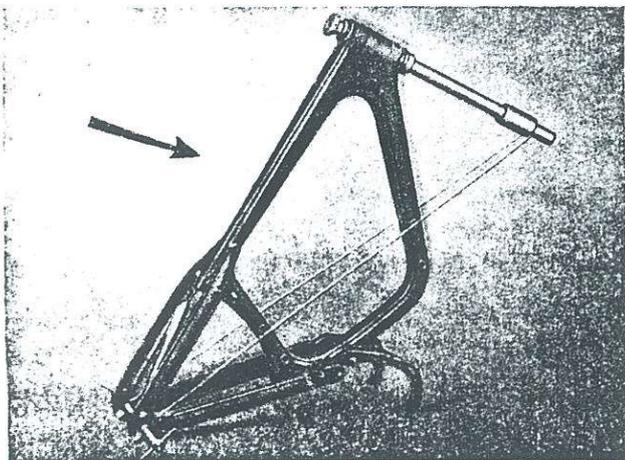

Bild 201. Prüfen des Rahmens mittels Prüfdorn Nr. 01841 und Meßschnur
2. Prüfdorn Nr. 01841 in Rahmenlenkkopf einsetzen, starkes Ende nach unten (Bild 201).
zeigt, oder Prüfschnur so spannen, wie Bild 201 zeigt, und prüfen, ob Rahmenteile (Vorderstrebe, Sattelstrebe, Hintergabelscheiden) an beiden Seiten gleichen Abstand von Lineal bzw. Schnur haben.
9. Bei RT-Modellen prüfen der Stellung des Lenkkopfes durch Anvisieren von vorn (ohne eingesetzten Prüfdorn), Prüfen des Rahmens auf Verzug, mittels Prüfschnur, die, wie Bild 201 zeigt, um Rahmenlenkkopf und Hintergabelenden gelegt wird.